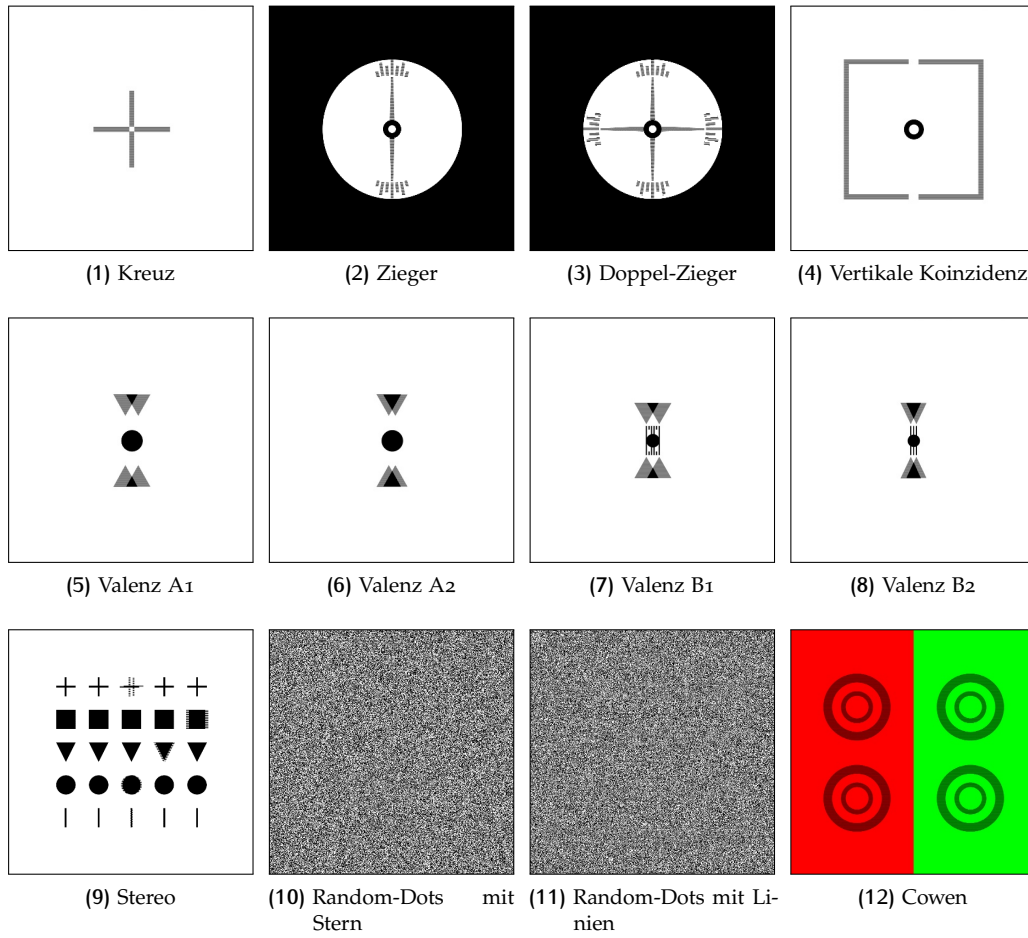

Abbildung 49: MKH-Testsequenz
Dieser Test besteht aus verschiedenen 12 Schritten, die der Untersuchung des binokularen Sehens dienen. Die Schritte sind in Abbildung 49 zu sehen. Die Schritte (1) (Kreuztest), (2) (Zieger-Test), (3) (Doppel-Zieger-Test), (4) (vertikale Koinzidenz) und (12) (Cowen-Test) wurden bereits in Abschnitt 8.2 und Abschnitt 8.3 beschrieben.